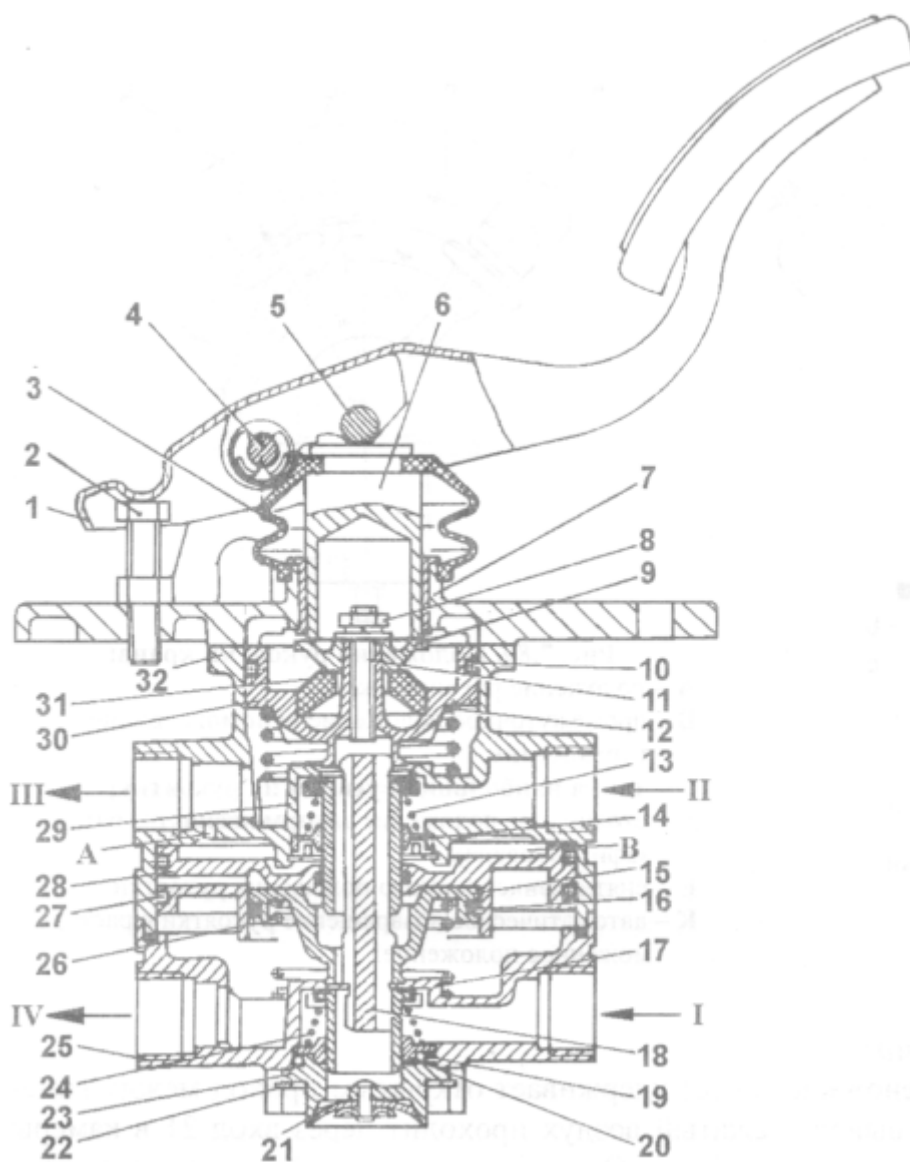

**Рис. 7.86.** Кран слива конденсата: 1 - корпус; 2 - толкатель; 3 - пружина; 4, 5 - кольцо.
**Кран слива конденсата** (рис. 7.86) предназначен для принудительного слива конденсата из ресивера пневматического тормозного привода, а также для выпуска из него сжатого воздуха при необходимости. Кран слива конденсата ввернут в резьбовую бобышку на нижней части корпуса ресивера. Соединение между краном и бобышкой ресивера уплотнено прокладкой.